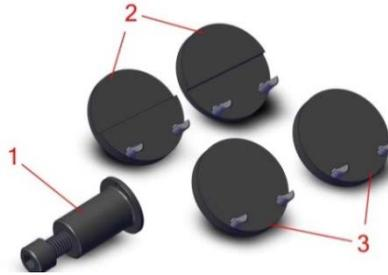

Figura 5.1.1
1. La Máquina Universal de Ensayos Electrónica, Modelo 42104, incluye los adjuntos requeridos para medir fuerzas de compresión y corte en arena de moldeo. Los accesorios requeridos para realizar ambas pruebas se muestran en Figura 5.1.1.
3. Usando el tornillo en el Soporte de Mordaza Ajustable (Figura 5.1.1, Ítem 1), cuidadosamente gire en el sentido de las agujas del reloj o en el sentido contrario a las agujas del reloj para mover la mordaza de compresión localizada sobre el Brazo Movable Portamordaza. Ajuste el tornillo para quitar cualquier espacio entre las superficies de la probeta de arena y las superficies de ambas Mordazas de Compresión.